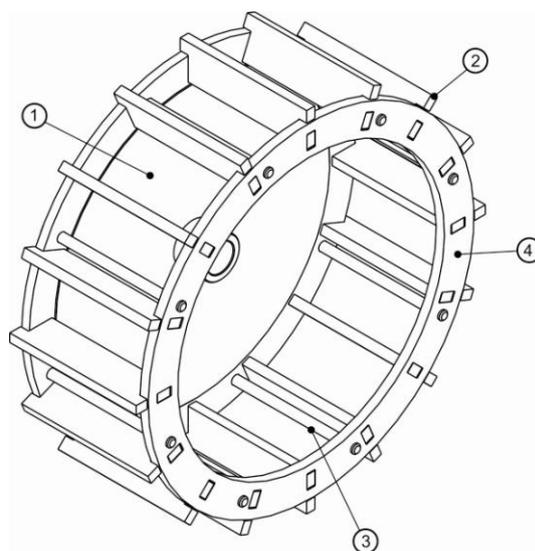

Рис.8 Делительный ротор динамического воздушно-центробежного классификатора
Делительный ротор (Рис.8) состоит из диска (1) с прямоугольными пазами и сварной втулкой, сменных лопастей (2), кольца (3) с прямоугольными пазами, стяжных болтов (4).